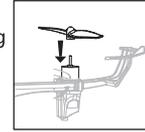
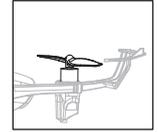

Bild 3
Bild 4
2. Setzen Sie den Propeller wie in Bild3 gezeigt mit der richtigen Drehrichtung auf und schieben ihn bis ganz nach unten wie in Bild 4 gezeigt.